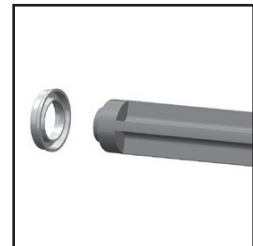

Fig. 32
6. Nettoyer les alésages de la soupape d'air dans le corps du pistolet avec la brosse fournie dans la trousse. (Voir fig. 32)